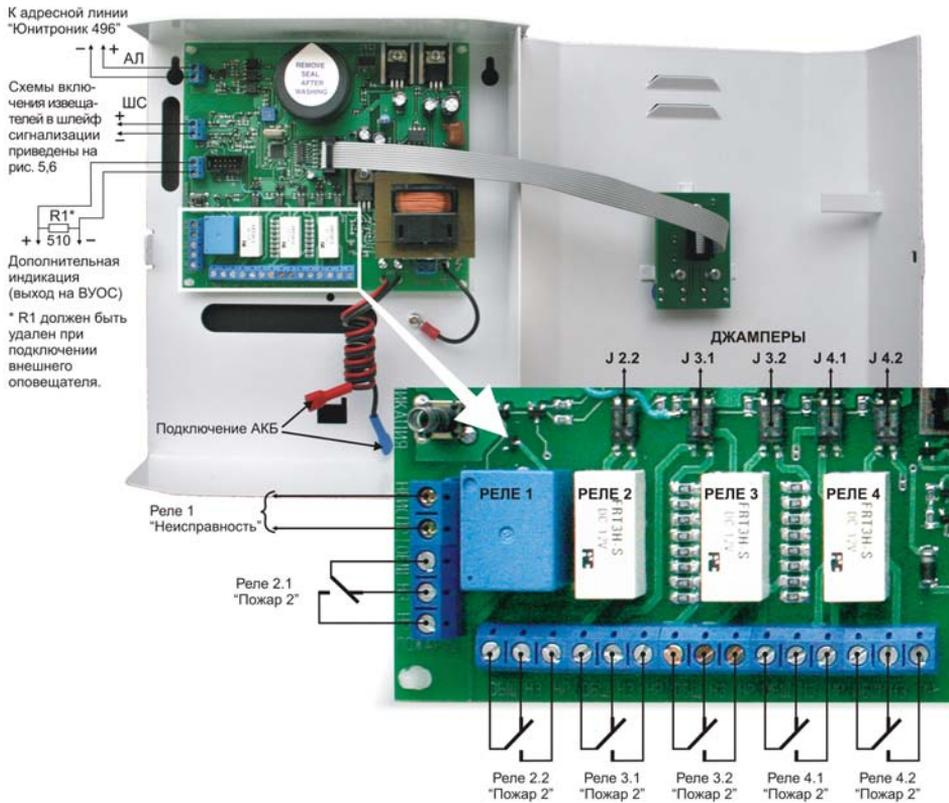

Рис.3. Схема электрическая подключения ПКП
- индикатор наличия основного питания ПКП «Сеть» (1) - зеленый;
- индикатор «Пожар» (4) – красный;
- индикатор «Звук откл.» (7) - желтый;
- индикаторы неисправностей «Неисправность ШС» (5), «Неисправность/запыленность извещателя» (6), «Питание от батареи» (2), «Обрыв упр.» (3) - желтые;
- панель управления с кнопками «Откл. звука» (9) и «Сброс» (8) (отмена тревоги).
5.1.3. На центральной плате (рис.3) расположены клеммы:
5.1.4. Выходы «Пожар 2» реле 2.2—4.2 имеют контроль цепи управления НР контактов. Контроль цепи управления отключается при установке джампера. На центральной плате рис.3 расположены пять джамперов отключения контроля цепей управления. Номера джамперов соответствуют номерам выходов «Пожар 2»
5.1.5. На центральной плате рис.3 расположен переменный резистор регулировки времени задержки включения реле «Пожар» и передачи сигнала «Пожар» на подъездный или общедомовой пульт сигнализации. Задержка регулируется в пределах от 30 до 90 сек.